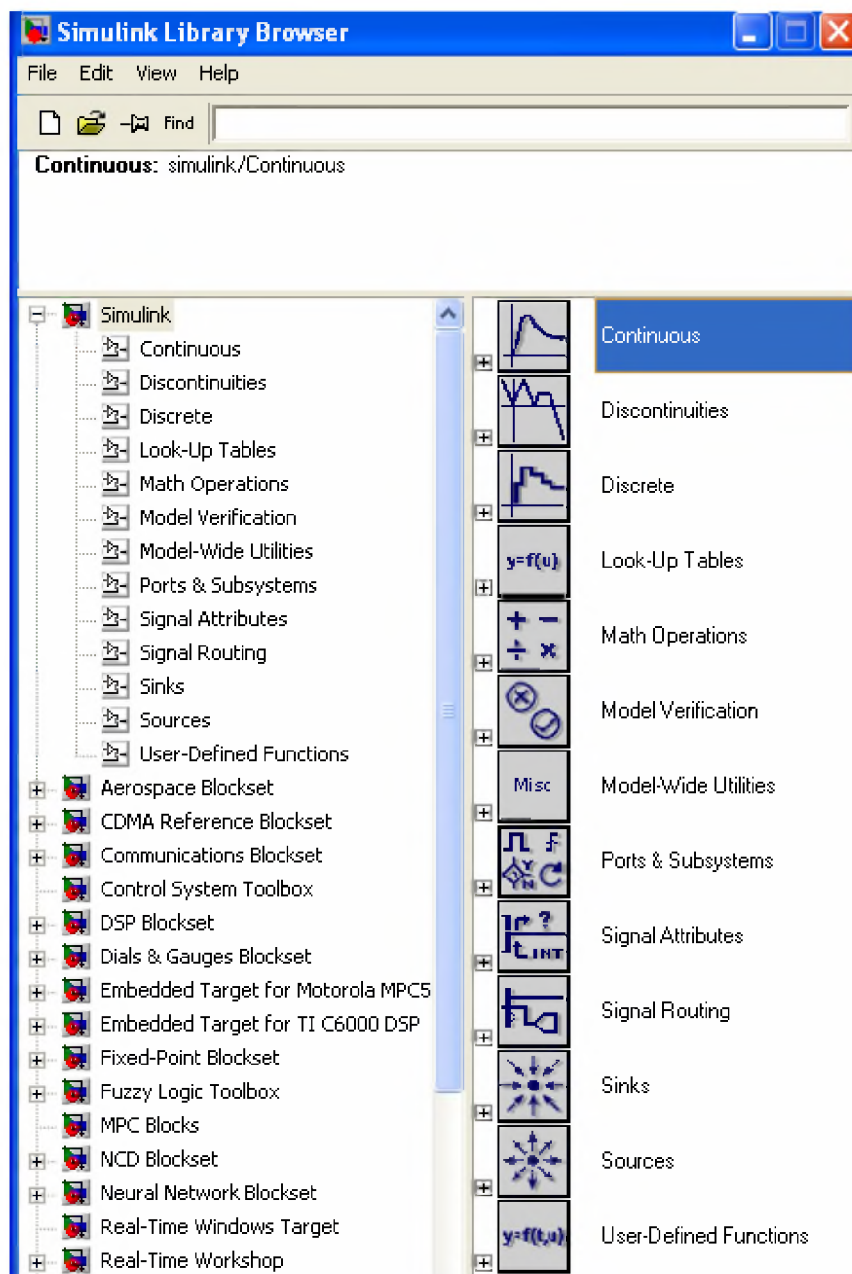

Рис.1.3. Основная библиотека блоков SIMULINK
Список разделов библиотеки Simulink представлен в основном окне просмотра в виде дерева (рис.1.3.). Структура библиотеки Simulink:
3.1. Закройте окно демонстрации и откройте новую модель SIMULINK. При этом слева откроется список библиотек блоков (см. рис. 1.3), а с правой стороны – пустое окно для новой модели. Разработка моделей средствами Simulink (в дальнейшем S-моделей) основана на технологии drag-and-drop.